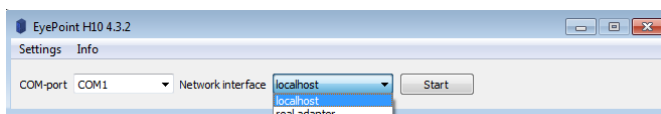

Рисунок 4. Выбор сетевого интерфейса EyePoint H10
3. В выпадающем списке «Network interface» (Сетевой интерфейс) выберите «real adapter» (реальный адаптер) и нажмите «Start» (Рисунок 4).